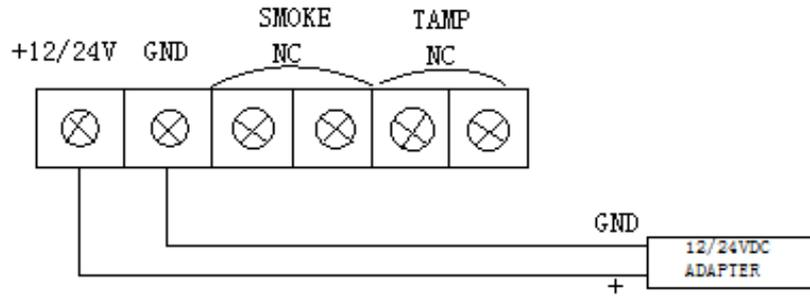

图 1-电源接线图
3. 如果传感器是电池供电, 线路连接请参考图 1；
传感器有两个的供电模式，默认情况下它是由电池供电，它也可以使用直流供电（图 1）。当使用电池供电时，触发的报警信息会立即送至主机，而配置参数和设置信息会在当设备在指定时间被唤醒时或者手动唤醒时(连续三次点击 B-button)定期发送。在直流供电模式下，配置参数和设置信息在必要的时候被发送，且此时可作为 Z-Wave 信号中继器。
- 3) 将恒流电源连接到+ 12/24V 终端和接地终端(图 1)；